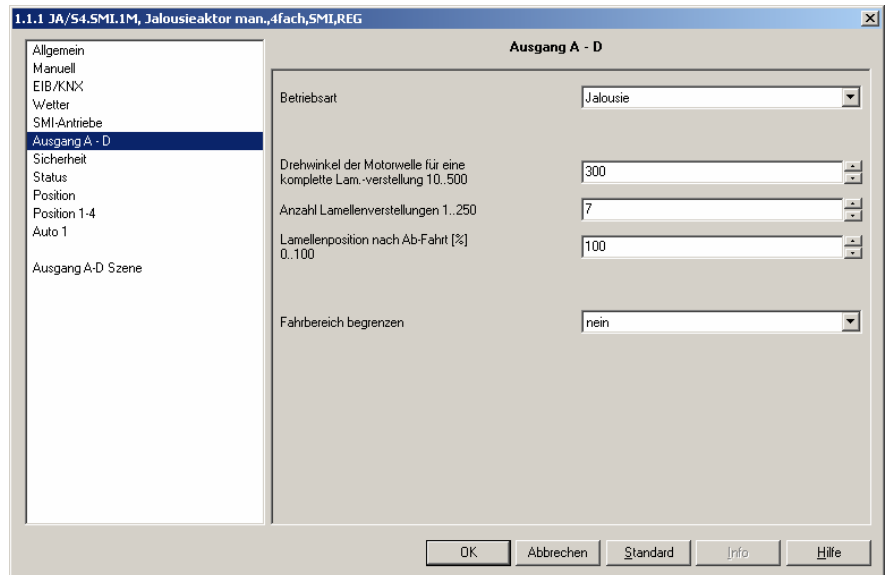

Abb. 9: Parameterfenster „Ausgang A-D“
- Für den maximalen Drehwinkel wird zunächst der Wert von 360° angenommen und im Parameter *Drehwinkel der Motorwelle für eine komplette Lam.-verstellung* eingestellt (siehe Abb. 9)
- Die Anzahl der Lamellenverstellungen wird im gleichnamigen Parameter auf 36 gesetzt. Somit ergibt sich eine Auflösung von 10° pro Lamellenstepp. (siehe Abb. 9)
- Der Wert des Parameters *Lamellenposition nach Ab-Fahrt* muss auf 100%-geschlossen (werkseitige Voreinstellung) gesetzt werden. (siehe Abb. 9)